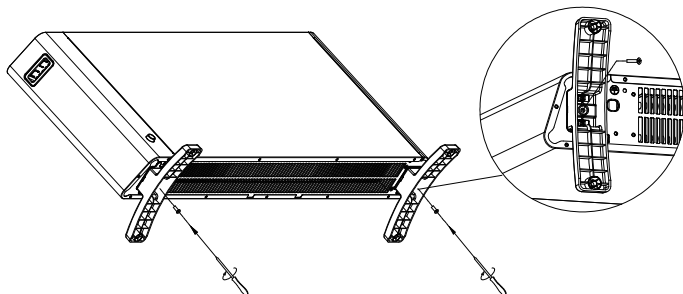

Fig.4
4. Fest skruene på begge sider av basen og stram dem godt til.(Fig. 4)